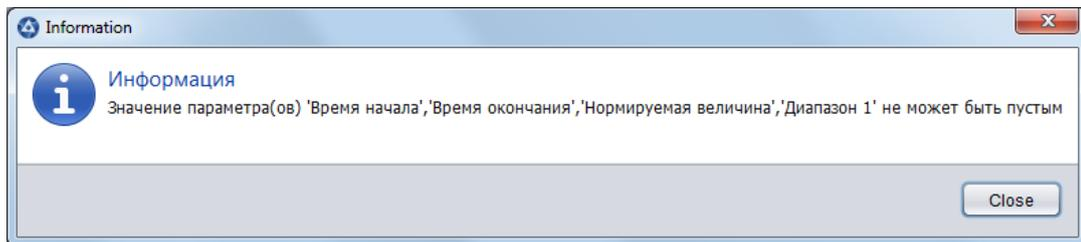

Рисунок 18
3.5.2.1. Окно «Информация» предназначено для вывода вспомогательных сообщений оператору при возникновении ошибки или необходимости внести изменения в введенные данные. Пример окна «Информация» представлено на рис.18.